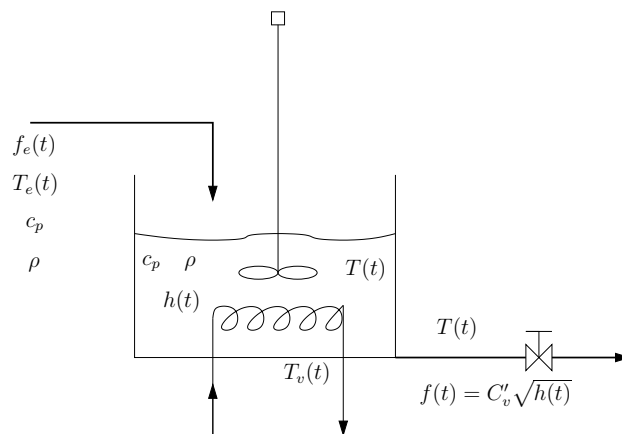

Figura 7: Tanque de aquecimento com agitação.
7. Considere o tanque aquecido com agitação mostrado na Figura 7. Objetiva-se estudar a dinâmica do nível ($h(t)$) e da temperatura ($T(t)$). Considere como sendo conhecidos e constantes: a densidade (ρ), a área do tanque (A), a capacidade calorífica à pressão constante (c_p) (em líquidos $c_p \approx c_v$, capacidade calorífica à volume constante) do tanque, a capacidade calorífica à pressão constante (c_{pv}) do líquido que troca calor, a condutância térmica (U , $\dot{Q} = U(T_v(t) - T(t))$), a constante de vazão da válvula (C'_v).